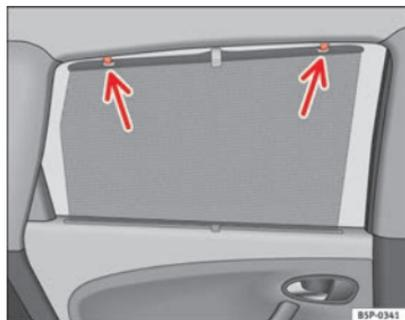

Fig. 82 Persiana puerta trasera
- Desenrolle la persiana y engánchela en los ganchos situados en el marco superior de la puerta ⇒ fig. 82.